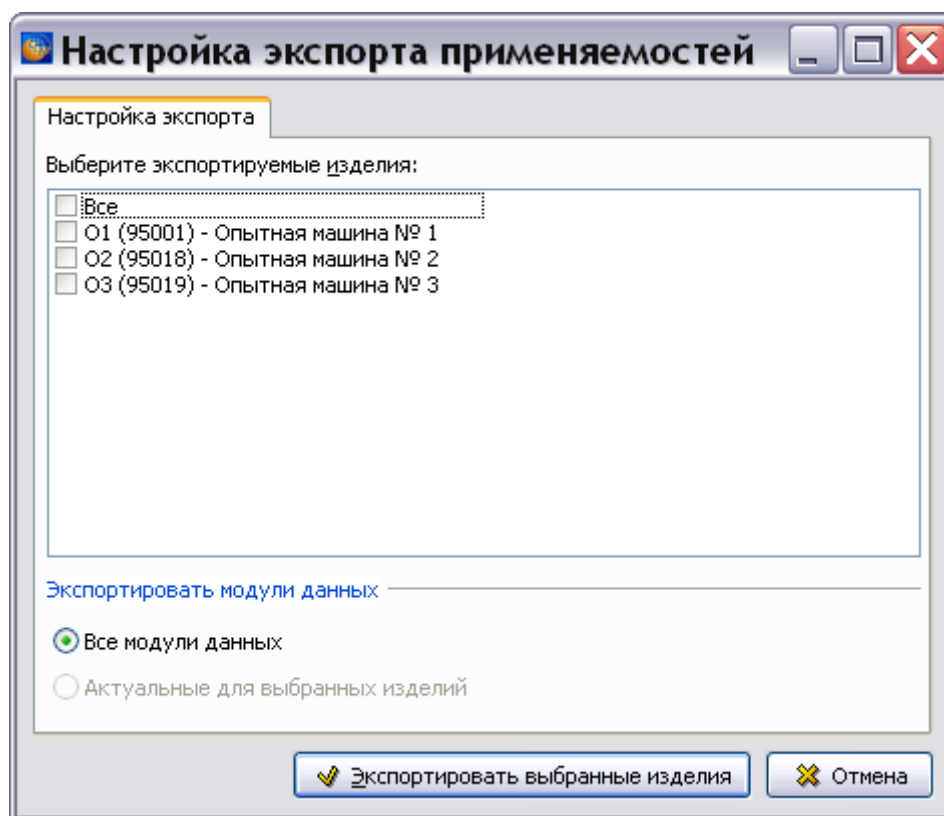

Рис. 22.105
6. Нажмите на кнопку **Экспортировать**. Если в проекте для версий модулей данных заданы применяемости, то откроется окно **Настройка экспорта применяемостей** (Рис. 22.105).
3. Нажмите на кнопку **Установить применяемость**. Применяемость отобразится над окном просмотра МД (Рис. 22.105).